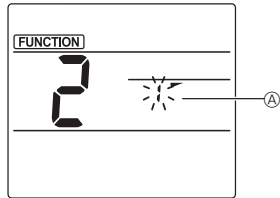

Fig. 3-2
- Luftklappennummer auswählen (Fig. 3-2)